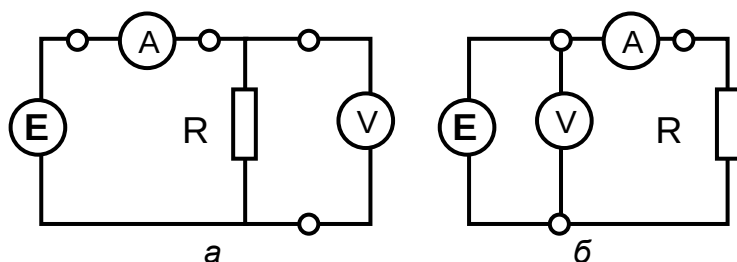

Рис. 3. Два варианта схем включения приборов при одновременном измерении силы тока и напряжения
При выполнении одновременных измерений силы тока и напряжения в цепи возможны два варианта подключения приборов, представленные на **рис.3**. Вариантом (а)
Вольтметр и амперметр к измеряемому резистору нужно подключить **одновременно** согласно варианту, показанному на **рис. 3а**.
- Проведите полные выкладки формул (1) и (2) МНК.
- Почему в упражнении 3 вольтметр и амперметр рекомендуется подключить к измеряемому резистору по варианту Рис.3а?
- Для какой части вольтамперной характеристики диода вольтметр и амперметр лучше подключать по варианту Рис.3а и Рис.3б?